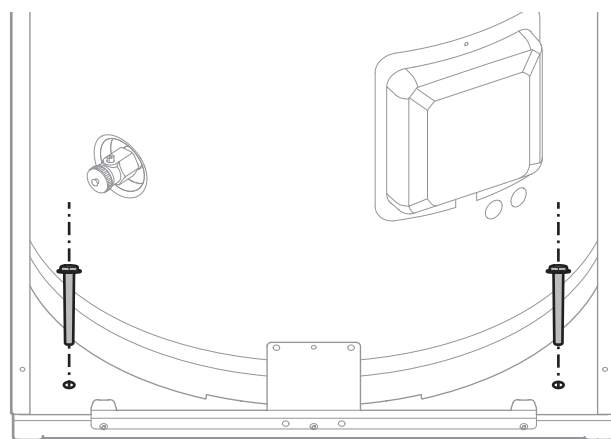

fig. 22 - Fijación en el suelo
- Fije el módulo hidráulico en el suelo (montaje no suministrado) (fig. 22).